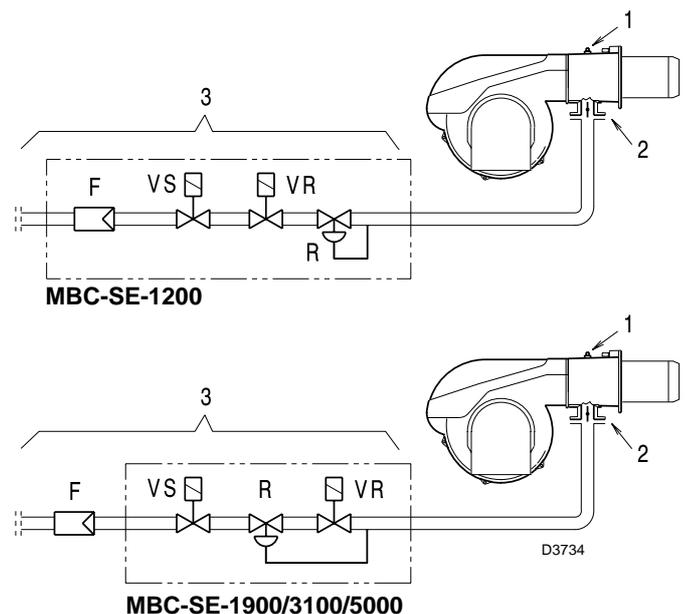

Abb. 26
Gasdruck gemessen an Anschluss 1)(Abb. 26), mit:
Strömungsverlust Gasdrossel 2)(Abb. 26) bei maximaler Öffnung: 90°.
Strömungsverlust Gasstrecke 3)(Abb. 26) bestehend aus:
- vom Gasdruck an der Entnahmestelle 1)(Abb. 26) den Druck in der Brennkammer abziehen.
Gasdruck an der Entnahmestelle 1)(Abb. 26) = 32,2 mbar
Zur Ermittlung des für den an der Entnahmestelle 1)(Abb. 26), erforderlichen Gasdrucks, nachdem die gewünschte Höchstleistung des Brenners festgelegt wurde:
- Rechts, unter der Spalte 1, den Druck an der Entnahmestelle 1)(Abb. 26) ablesen.
erforderlicher Druck an der Entnahmestelle 1)(Abb. 26).